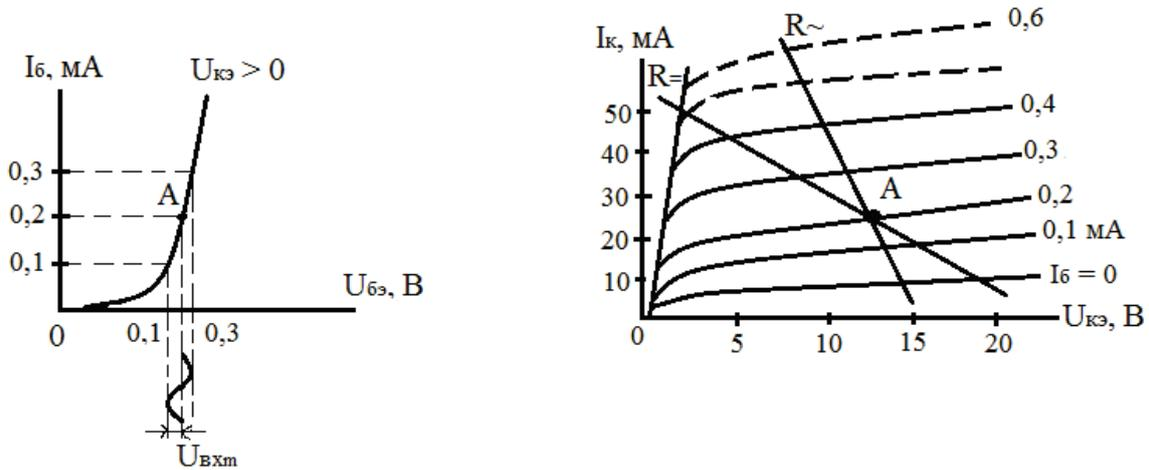

Рис. 2.6
6. Определить амплитудное значение $U_{\text{ВХМ}}$ при подаче sin-го сигнала с $U_{\text{ВХМ}}$ (рис. 2.6).